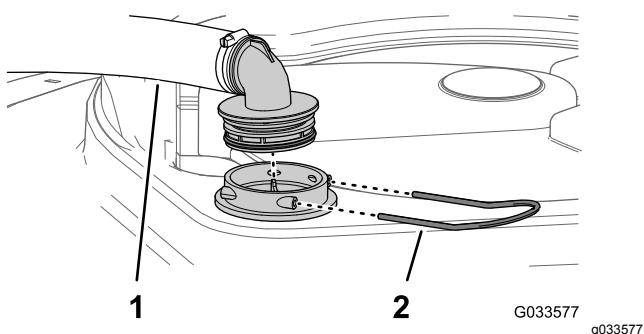

Figura 77
- Rimuovete il flessibile e il raccordo del flessibile dall'alloggiamento del filtro (Figura 77).